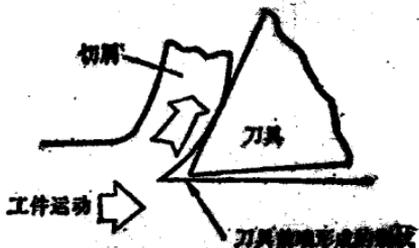

图3 劈裂切削学说
②劈裂切削学说——德国鲁莱克斯教授在1956年8月美国《机械工程》杂志中发表一篇科学论文（过去一百年来金属切削分析的回顾）中指出：近几十年来生产实践充分表明了古典的单元切屑形成学说是过时了，而且对切削现象无法解释而提出的倒退的楔子劈裂切削学说（图3）。这种劈裂切削学说在木材加工中完全是正确的观点，切削刃口的前端形成裂纹。